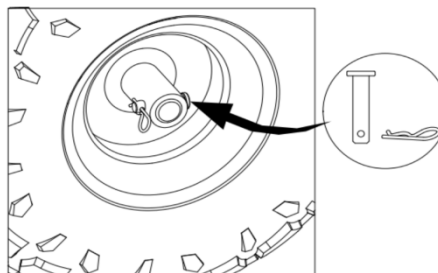

Figure 2
2. Insérez la goupille comme indiqué sur la figure 2.